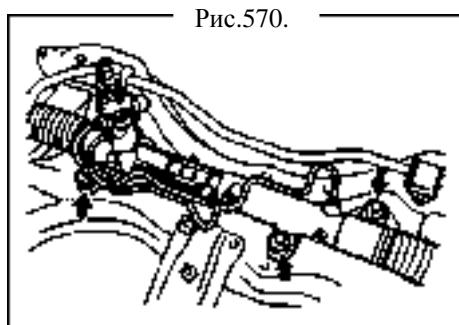

Рис.570.
- (а) Снимите 4 болта и Гидроусилитель руля с балки (Рис.570).